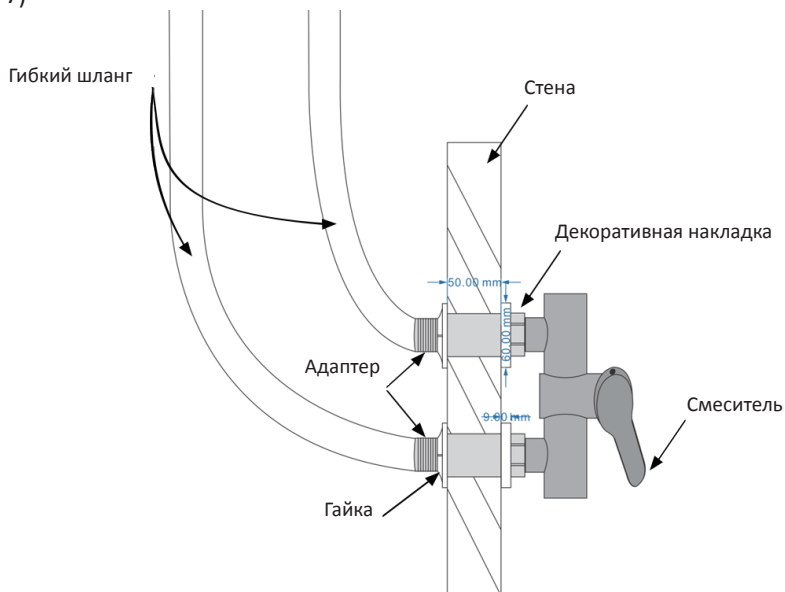

Рис. 7
2. Мягкое соединение: установка смесителя с помощью гибкого шланга: см. (Рис. 7)